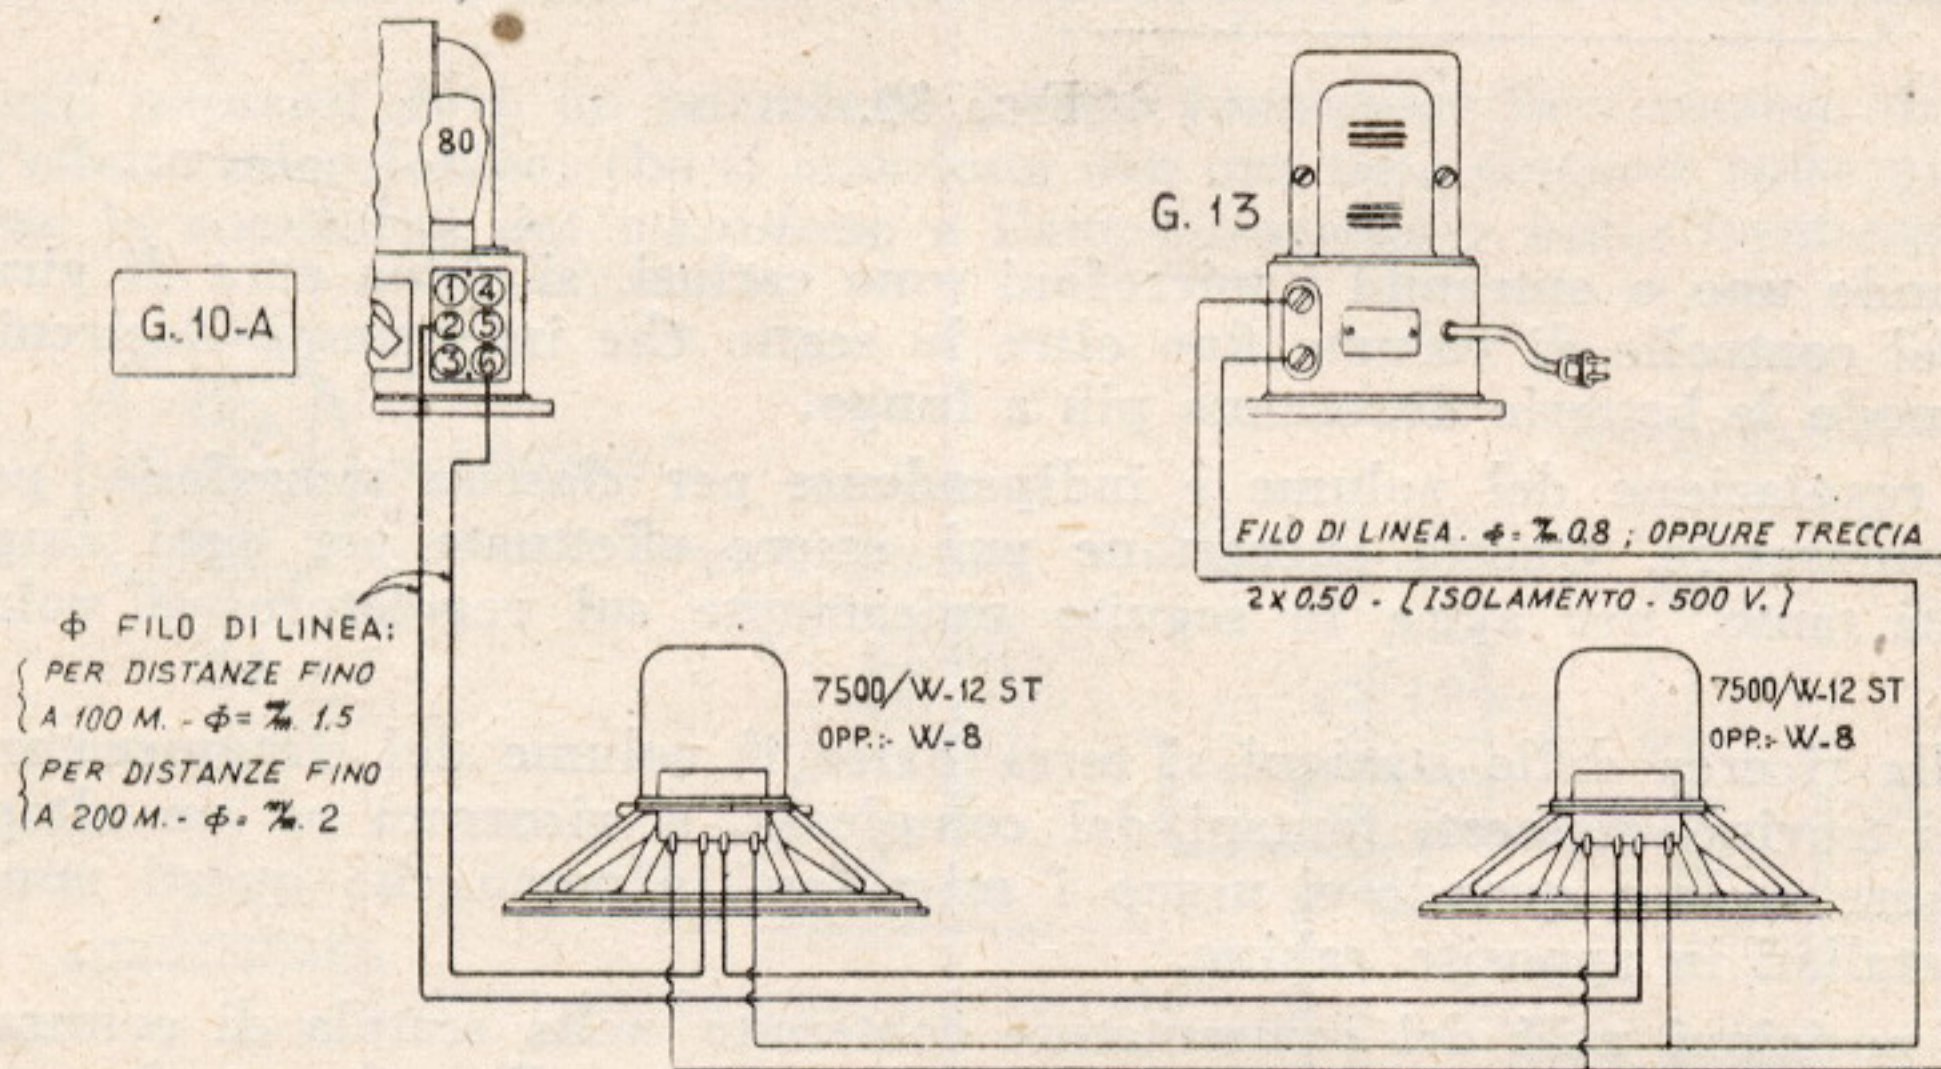

FIG. 31.
1. — Questo schema d'impianto è indicato dove si richiedono due altoparlanti in funzione, di cui uno interno e l'altro esterno, come è frequente il caso nei locali pubblici. È anche indicato per ambienti la cui forma non ammetterebbe una razionale distribuzione del suono usando un solo altoparlante, anche se di maggiore potenza (Fig. 31).